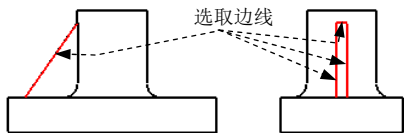
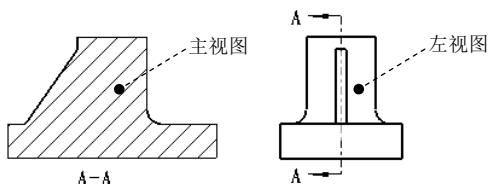

图 3.11.14 创建使用边
图 3.11.15 创建剖面视图
(1) 创建主视图。
① 在图形区右击，在弹出的快捷菜单中选择  **常规** 命令，在图形区合适的位置单击来放置主视图，系统弹出“绘图视图”对话框。
② 在“绘图视图”对话框中，选取 **类别** 区域中的 **视图类型** 选项，在 **模型视图名** 列表框中选取 **BOTTOM** 选项，然后单击 **应用** 按钮，则系统即按 **BOTTOM** 的方位定向视图。
③ 选取 **类别** 区域中的 **视图显示** 选项, 在 **显示样式** 下拉列表中选择 **消隐** 选项, 在 **相切边显示样式** 下拉列表中选择 **无** 选项, 其他参数采用系统默认值, 单击 **确定** 按钮, 完成主视图的创建。
(2) 创建左视图。
① 在图形区选取上一步创建的主视图, 并右击, 在弹出的快捷菜单中选择 **投影** 命令, 在主视图的右侧单击来放置左视图。
② 双击左视图, 在弹出的“绘图视图”对话框中, 选取 **类别** 区域中的 **视图显示** 选项, 在 **显示样式** 下拉列表中选择 **消隐** 选项, 在 **相切边显示样式** 下拉列表中选择 **无** 选项, 其他参数采用系统默认设置值, 单击 **确定** 按钮, 完成左视图的创建。
Step6. 创建使用边。在功能选项卡区域的 **草绘** 选项卡中选择 **边** 下面 **使用边** 命令。按住 **Ctrl** 键, 依次选取图 3.11.14 所示的四条边线, 然后单击中键, 完成使用边的创建。
(1) 在图形区双击主视图, 在系统弹出的“绘图视图”对话框的 **类别** 区域中选取 **截面** 选项, 在 **截面选项** 区域中选中 **2D 横截面** 单选项; 将 **模型边可见性** 设置为 **总计**; 然后单击 **+** 按钮, 在 **名称** 下拉列表框中选取剖截面 **A** 选项 (A 剖截面在零件模型环境中已创建), 在 **剖切区域** 下拉列表框中选取 **完整** 选项, 单击 **确定** 按钮, 主视图的剖面视图创建完成。
(2) 添加箭头。在图形区选取主视图, 然后右击, 在弹出的快捷菜单中选中 **添加箭头** 命令, 单击左视图放置剖面箭头, 结果如图 3.11.15 所示。